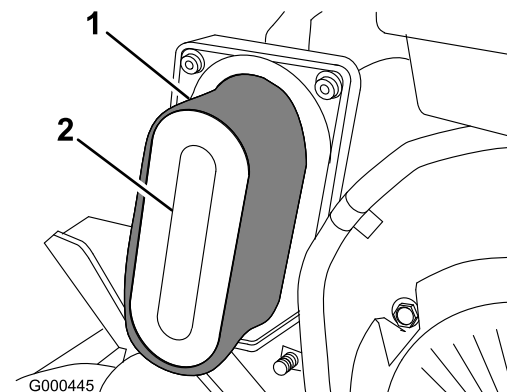

図 22
4. スポンジ・エレメントを点検し、汚れていればペーパー・エレメント (図 22) から外して以下の方法で十分に洗浄する: